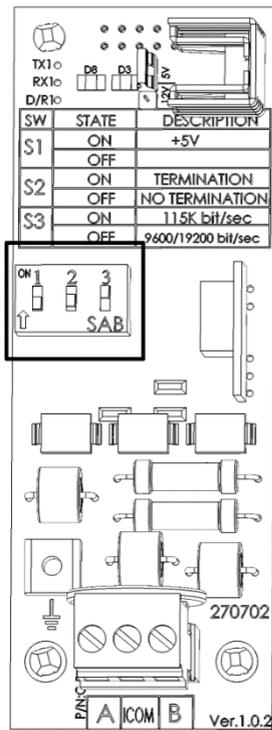
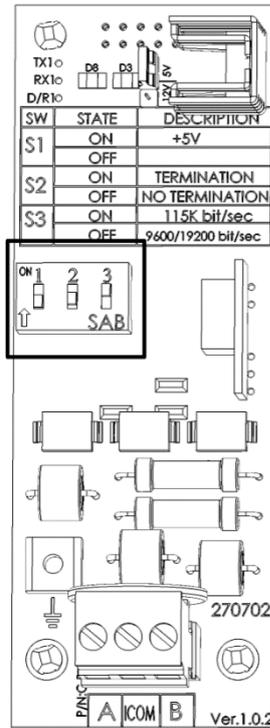

Figura 27: RS-485 5V activado
Figura 28: RS-485 5V desactivado
- Figura 27 y Figura 28 no muestra la configuración del interruptor dip de la terminación.